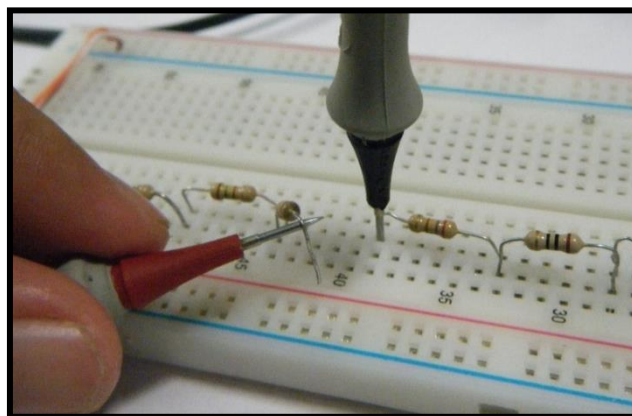

Figura 3.8. Medición de corriente de CD.
2. Interrumpa el camino del circuito que se desea probar, como se observa en la *figura 3.8*. Toque la sonda negra al lado más negativo de la interrupción; toque la sonda roja al lado más positivo de la interrupción. La inversión de los conductores producirá una lectura negativa.